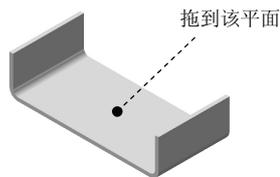

图 4.3.23 选取工具放置面
Step3. 单击“设计库”对话框中的 form_tool 节点, 在设计库下部的预览对话框中选择 form_tool_01 文件并拖动到图 4.3.23 所示的平面, 在系统弹出的“成型工具特征”对话框中单击按钮。